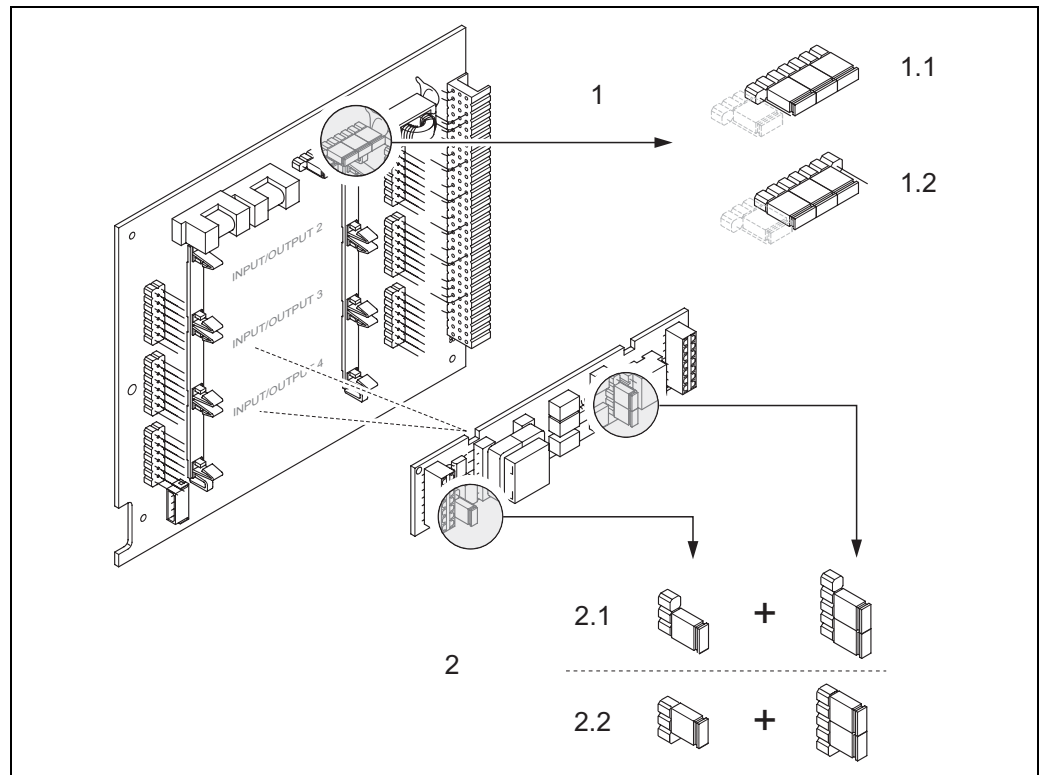

Fig. 34: Configurazione delle uscite in corrente mediante ponticelli (schede di I/O flessibili)
3. Installare i ponticelli — Fig. 34